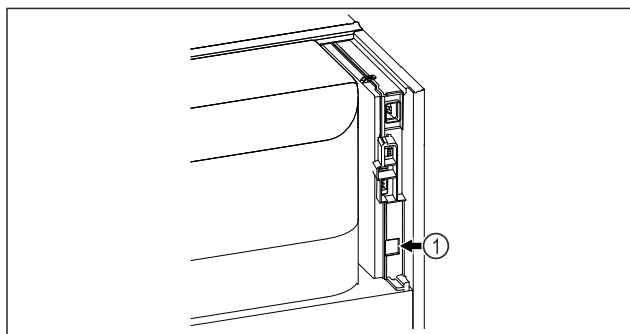

Fig. 129
- Je používán SmartModule Fig. 129 (1).